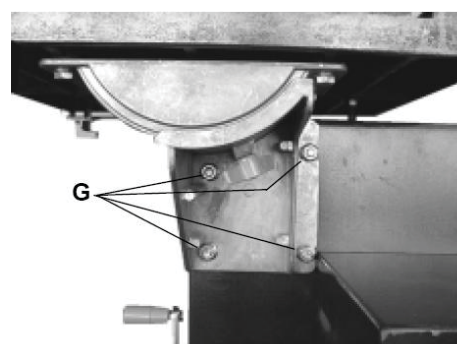

Рис. 8
- Аби вирівняти стіл відносно полотна, послабте 4 гайки M8 (G) (Рис. 8), за допомогою яких кріпляться підпора нахилу столу до корпусу верстата.